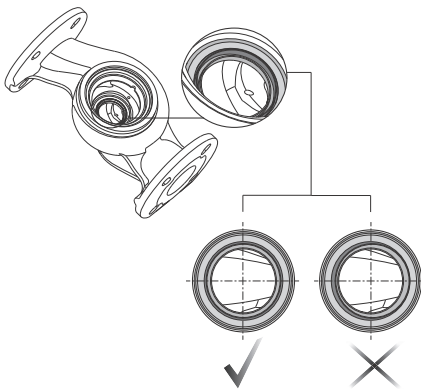

Abb. 9 Zentrieren des Spaltrings
1. Überprüfen Sie visuell, ob sich der Spaltring in der Mitte des Pumpengehäuses befindet. Siehe Abb. 9.